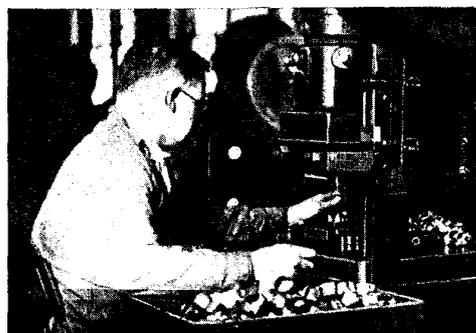

Fig. 11. — Contrôle du fonctionnement d'une machine à emboutir.
représenté sur la fig. 11. Tant que la main de l'ouvrier se trouve placée dans la zone dangereuse, le faisceau tombant sur la cellule est interrompu, et le moteur qui actionne la machine s'arrête automatiquement (1).